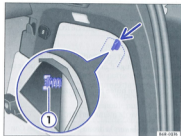

Fig. 173 Sur les côtés du coffre à bagages : dépose du bloc de feux arrière.
3. Tournez le verrou tournant sur le côté du revêtement latéral du coffre à bagages ⇒ fig. 173 (flèche).
6. Dévissez manuellement la vis de fixation ⇒ page 284, fig. 173 ①.
12. Maintenez d'une main le bloc des feux arrière en position de montage puis serrez de l'autre main la vis de fixation ⇒ page 284, fig. 173 ①.